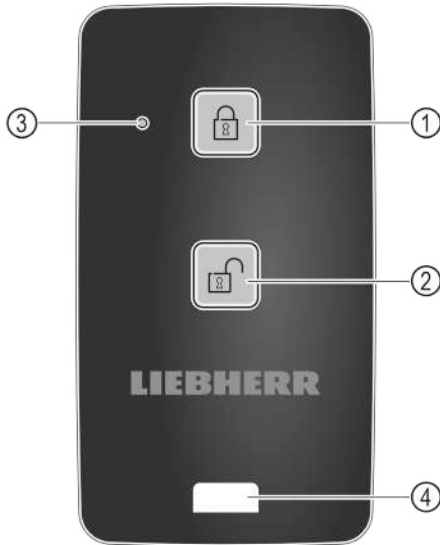

Fig. 108
- ▶ Taste *Fig. 108 (1)* auf der Fernbedienung drücken.
- ▶ Taste *Fig. 108 (2)* auf der Fernbedienung drücken.
- ▶ Status-LED *Fig. 108 (3)* gibt bei Tastendruck eine optische Rückmeldung.
- ▶ Öse *Fig. 108 (4)* zur Befestigung der Fernbedienung, zum Beispiel an einem Schlüsselbund.